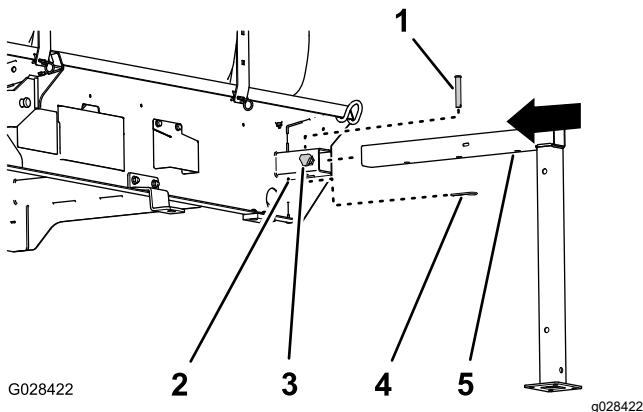

Figura 99
1. Aliniați suportul de cric frontal cu receptorul de suport de cric frontal situat în partea din față a rezervorului (Figura 99).
2. Introduceți suportul de cric în receptor până când orificiul median din tubul suportului de cric orizontal este aliniat cu orificiul din partea de sus a receptorului (Figura 99).
4. Înfiletați o rozetă de blocare în receptor i strângeți manual rozeta (Figura 99).